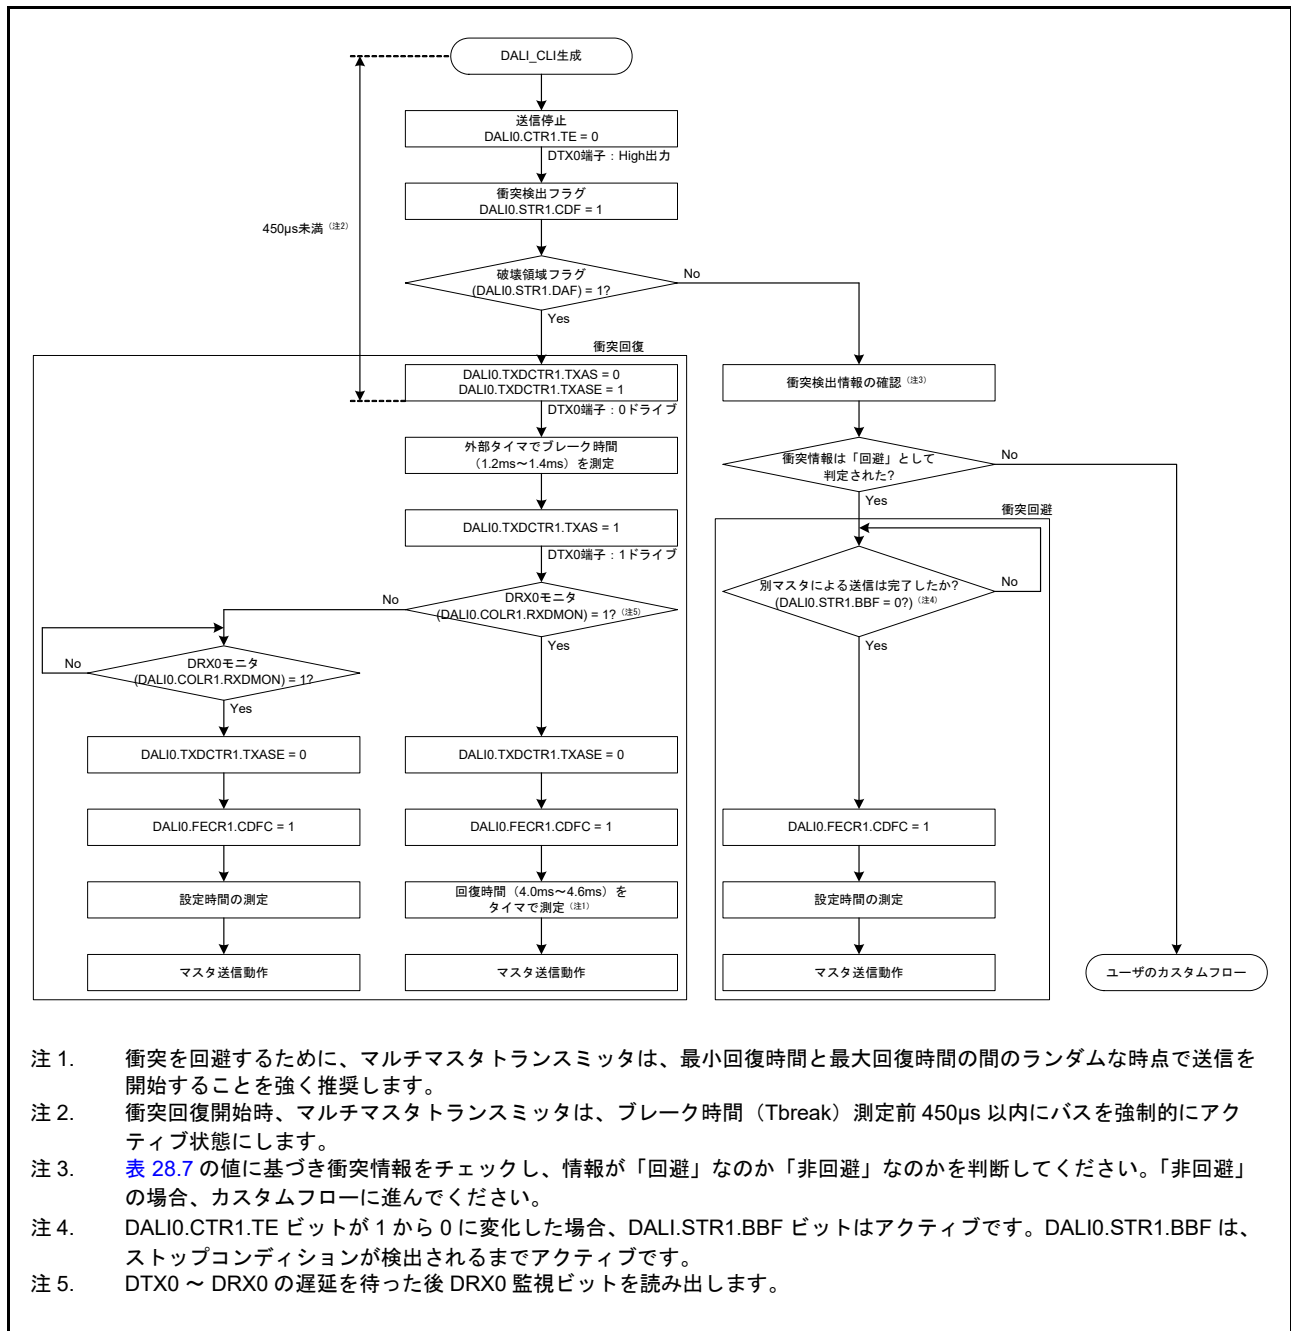

図 28.16 衝突処理のフロー
衝突発生時の衝突回復および衝突回避のフローを 図 28.16 に示します。
DALI モジュールが送信中に衝突を検出した場合、DALI ステータスレジスタ 1 (DALI0.STR1) をチェックし、マスタ送信開始前に設定されたフラグをクリアしてください。図 28.16 の衝突回復処理または衝突回避処理を参照してください。衝突フラグ (DALI0.STR1.CDF) のクリアを行わないと衝突情報は新しい情報に更新されません。また、DALI0.STR1.RDRF ビットが 1 の場合は、DALI 受信データレジスタ (DALI0.RDR1H および DALI0.RDR1L) も読み出す必要があります。
DALI モジュールによる衝突検出が受信中だけの場合、図 28.16 に示す処理は必要ありません。必要に応じて、DALI ステータスレジスタ (DALI0.STR1) をチェックし、フラグをクリアし、そして DALI 受信データレジスタ (DALI0.RDR1H および DALI0.RDR1L) を読み出してください。
28.3.4 の 図 28.16 を参照してください。